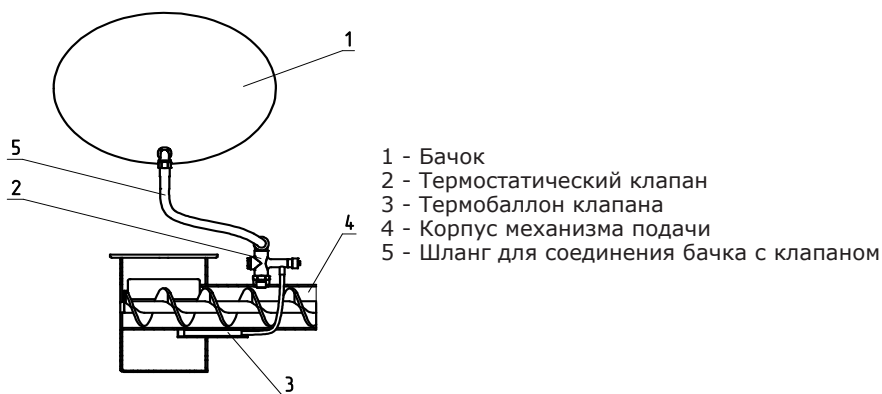

Рис.5 Система охлаждения топливопровода
5.5. Система охлаждения топливопровода (рис.5) состоит из бака для воды (поз.1), термостатического клапана (поз.2) к которому подключается шланг (поз.5), ведущий к бачку с водой. Термостатический клапан имеет термобаллон (поз.3), который устанавливается в специальную гильзу на механизме подачи топлива. При нагреве газ внутри баллона расширяется и открывает клапан, через который вода из бачка поступает в механизм подачи. Перед установкой системы охлаждения топливопровода произвести демонтаж бункера.